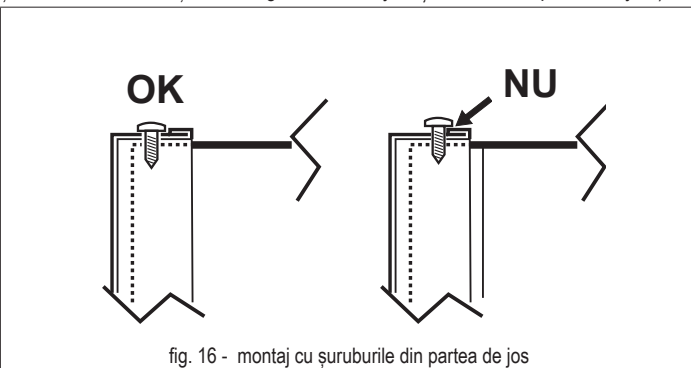

fig. 16 - montaj cu șuruburile din partea de jos
3. Efectuați operațiunile în ordine inversă, pentru a monta la loc panoul anterior. Asigurați-vă că panoul este corect prins de panoul superior și că se sprijină complet pe panourile laterale. Capul șurubului „A”, după ce a fost strâns, trebuie să fie poziționat conform indicațiilor din „fig. 16 - montaj cu șuruburile din partea de jos”).